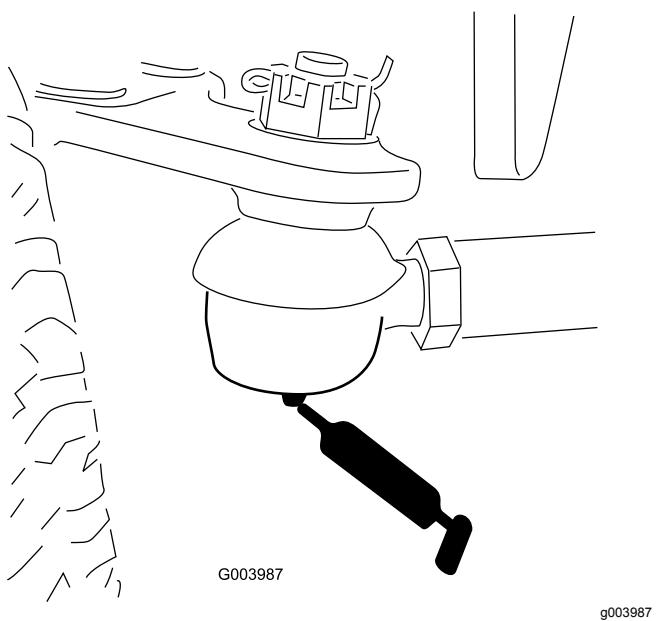

Figure 80
- Biellette d'essieu arrière (2) (Figure 80).